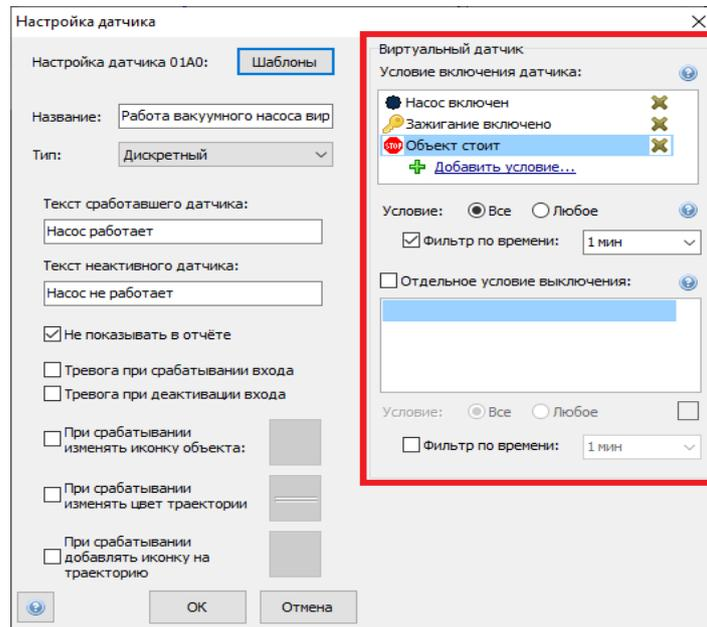

Рис. 74.
2.11.4. При данном методе настройки необходимо произвести проверку соответствия условий включения датчика. Рис. 74.